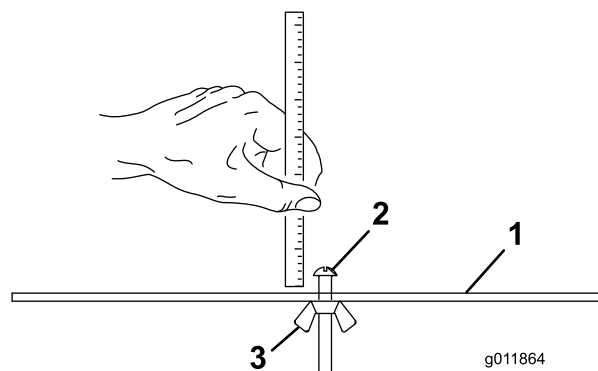

Figure 17
2. Desserrez l'écrou du gabarit (Figure 17) et tournez la vis de réglage de manière à obtenir la hauteur de coupe voulue. L'écartement entre la base de la tête de la vis et la face du gabarit correspond à la hauteur de coupe.